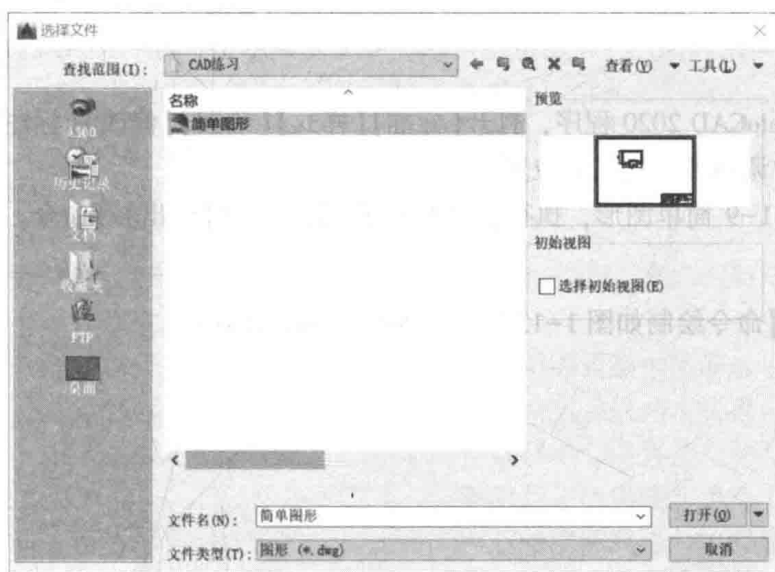

图 1-11 【选择文件】对话框
- (1) 单击【标准】工具栏中的【打开】按钮，启动打开命令，弹出如图 1-11 所示的【选择文件】对话框。